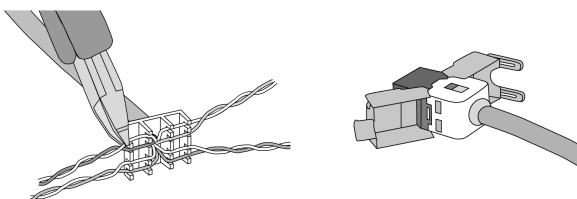

Imagen 5: Conexión de la clavija adaptadora al cable de Ethernet
- Conectar el cable de Ethernet a la clavija adaptadora. Para ello, pelar la cubierta del cable dejando a la luz los conductores sin quitarles su aislamiento y colocar estos en la tapa de la clavija adaptadora. Recortar los conductores que sobresalgan y desplazar correctamente la tapa sobre la clavija (Imagen 5).
- Conectar el cable adaptador de Ethernet en la borna (11) y conectarlo en la clavija adaptadora.